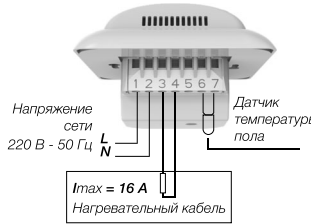

Рис. 7. Схема подключения терморегулятора к сети
Необходимо подготовить отверстие в стене под монтажную коробку. Подвести к коробке силовой кабель электрической сети, провода питания нагревательного кабеля и датчика температуры пола в гофрированной трубе. Выключатель терморегулятора должен находиться в положении «0» — выключено. Произвести подключение согласно схеме подключения (рис. 7).
Монтаж датчика температуры пола должен производиться на стадии монтажа нагревательного мата или кабеля. Датчик температуры пола должен быть помещен в установочную гофрированную трубу, которая укладывается в подготовленную в полу канавку (штробу). Конец трубы, где располагается датчик, должен быть закрыт герметичной заглушкой для предотвращения попадания внутрь цементного или клеевого раствора. Гофрированная труба с датчиком температуры пола внутри располагается между витками кабеля, на равном удалении от них. Кабель датчика может быть удлинён до 50 м с помощью дополнительного силового кабеля. Два проводника в силовом кабеле например, используемые для питания нагревательного кабеля, не могут для этого использоваться. Возможны перепады напряжения, которые могут нарушить работу терморегулятора. Если кабель используется вместе с экраном, то экран не должен быть заземлен, а должен быть подключен к клемме (7) (рис.7). Рекомендуется подключать сенсор по отдельному кабелю, помещенному в отдельную изоляционную трубку.